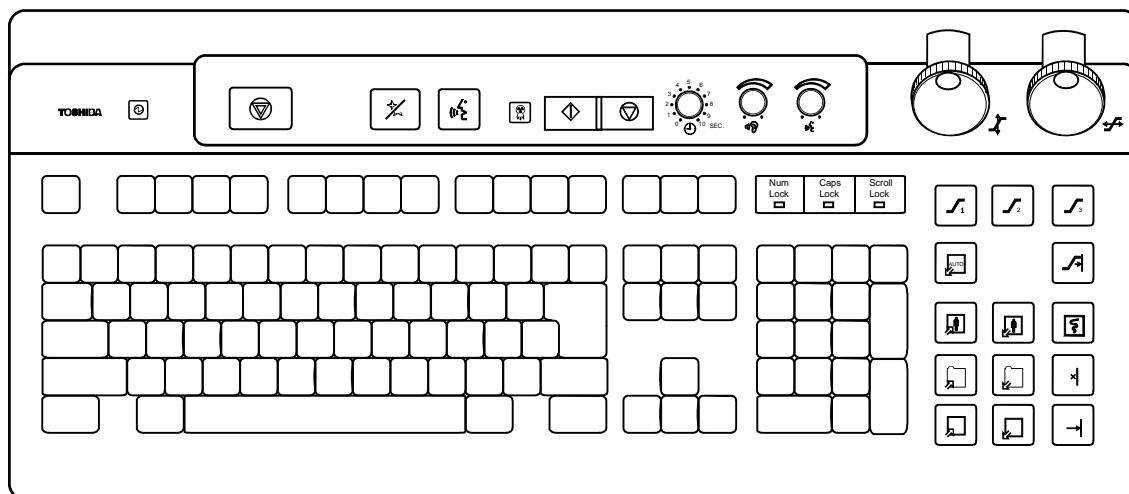

Figura 2.5-1 Teclado
- Para desligar cada uma das lâmpadas LED (<1> a <3> mostradas na figura seguinte) localizada no lado direito superior do teclado, pressione [Num Lock], [Caps Lock], e [Scroll Lock], respectivamente (figura 2.5-1).